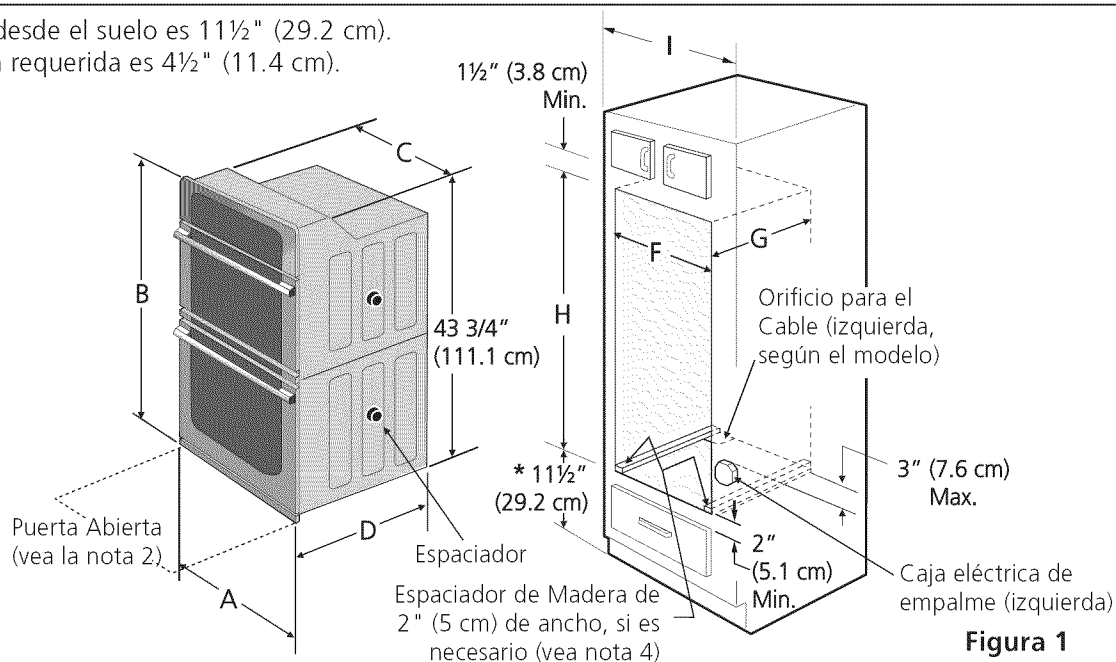

Figura 1
El primer paso para su instalación debe de ser el de medir las dimensiones de la apertura y compararlas con las que se indican en el cuadro de dimensiones del hueco de la figura 1. Posiblemente encontrará que algún trabajo de carpintería será necesario.
Consulte la Figura 1 para conocer las dimensiones pertinentes al modelo de su horno y al espacio necesario en el que poner el horno. La superficie donde se va a apoyar el horno debe de ser de madera contrachapado sólida u otro material similar y, sobre todo, la superficie tiene que estar a nivel, de lado a lado, y de atrás hacia adelante.
2. Este electrodoméstico debe conectarse a la caja de fusibles (o de cortocircuito), por medio de un cable blindado flexible o un cable con forro no metálico. El cable blindado flexible que va desde el electrodoméstico debe de estar conectado directamente a la caja de empalme. La caja de empalme debe de estar localizada en el lugar que se indica en la Figura 1 o 2, dejando tanto exceso de cable como sea posible entre la caja y el electrodoméstico, de forma que así el electrodoméstico se pueda mover fácilmente, si fuera necesario para hacer una reparación.